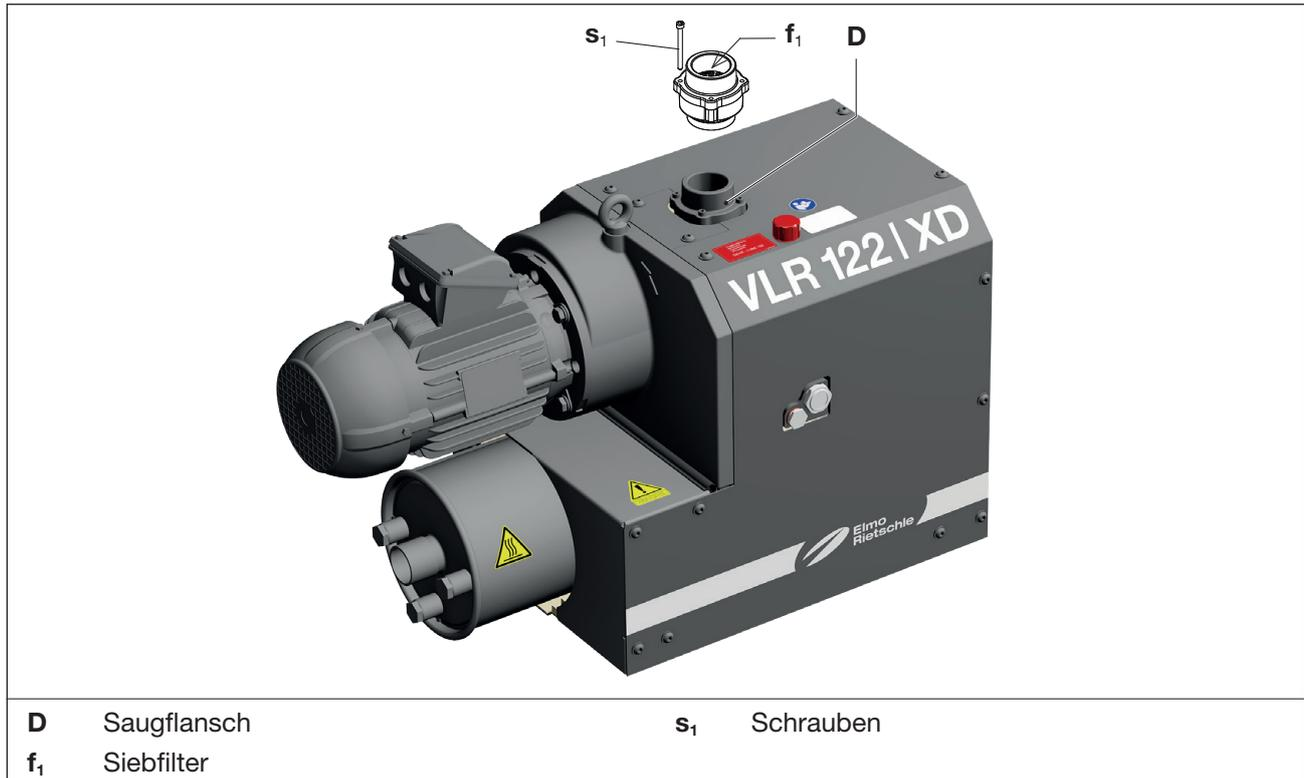

Abb. 9 Siebfilter
- Saugflansch (Abb. 9/D) nach Lösen der Schrauben (Abb. 9/s₁) abnehmen.
- Siebfilter (Abb. 9/f₁) reinigen. Überprüfen Sie auch den Ventil Sitz auf Verunreinigungen.
- Saugflansch (Abb. 9/D) wieder montieren und Schrauben anziehen.